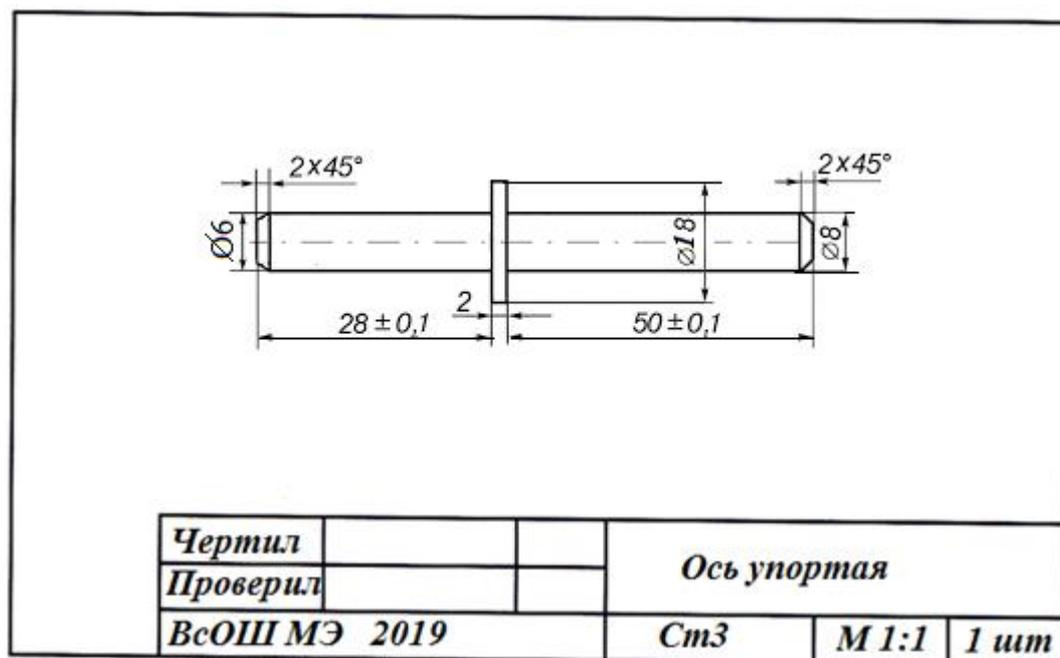

Рис.1. Чертёж образца для учебного измерения штангенциркулем – ось упорная
2. Предельные отклонения размеров не должны превышать по диаметру и длине  $\pm 0,1$  мм (рис. 1).